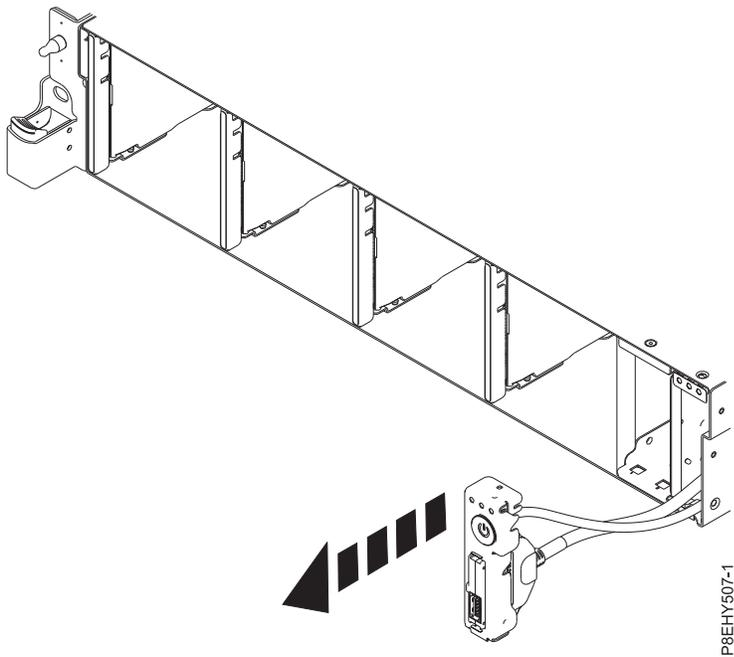

Figura 22. Cómo tirar del conmutador y del cable
9. Tire del interruptor de alimentación del sistema. Consulte la Figura 22.